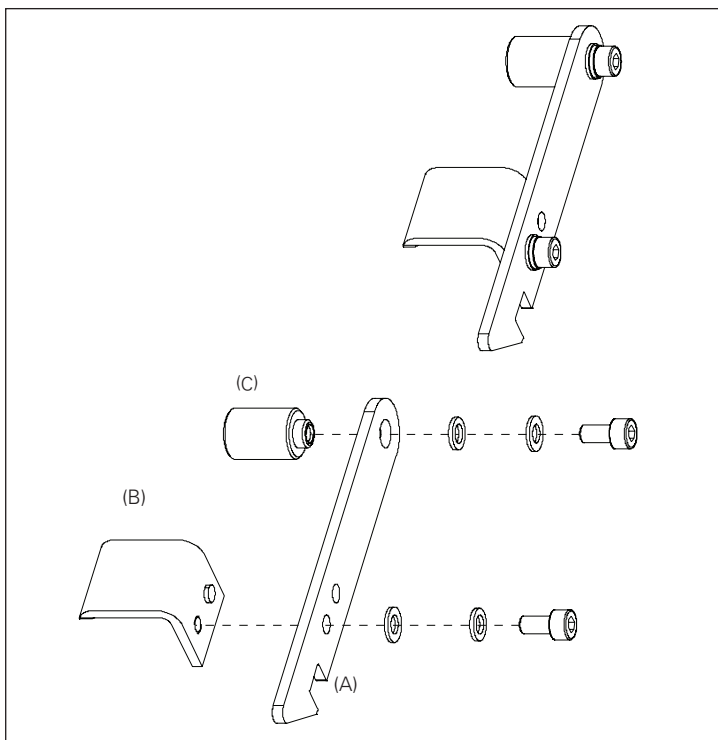

Abbildung 2. Zusammenbau des Verriegelungshebels
Schritt 1: Montieren Sie den Verriegelungsmittnehmer (B) an den Verriegelungshebel (A) mit den Schrauben, Unterlegscheiben und Sicherungsringen, wie in Abb.2 dargestellt.
Schritt 2: Als nächsten Schritt setzen Sie den Hebelabstandsbolzen (C) mit dem Zapfen in den Verriegelungshebel (A) und befestigen diesen in gleicher Weise wie den Verriegelungsmittnehmer. Drehmoment 4 Nm (35 in-lbs)